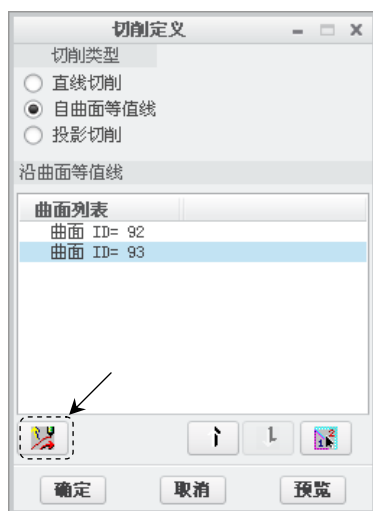

图 10.2.28 “切削定义”对话框
Step9. 在 **▼ NCSEQ SURFS (NC 序列 曲面)** 菜单中选中 **Done/Return (完成/返回)** 命令。此时系统弹出图 10.2.28 所示的“切削定义”对话框，选择 **自曲面等值线** 单选项。